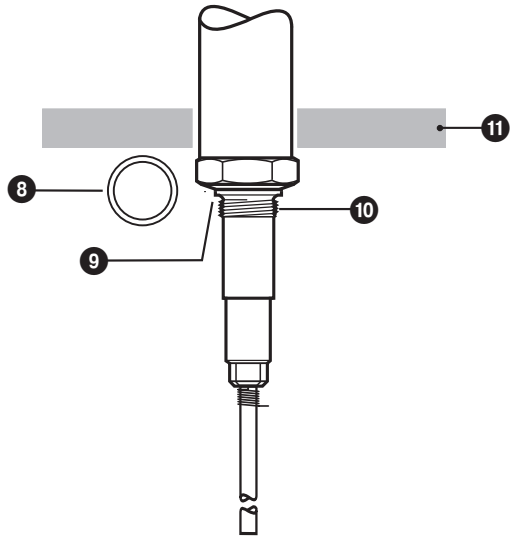

Fig. 8
2. Posizionare la guarnizione ⑨, in dotazione, sulla sede ⑨ della sonda. **Fig. 8**
3. Applicare sulla filettatura ⑩ della sonda una piccola quantità di grasso a base di silicone (ad es. Molykote® 111).